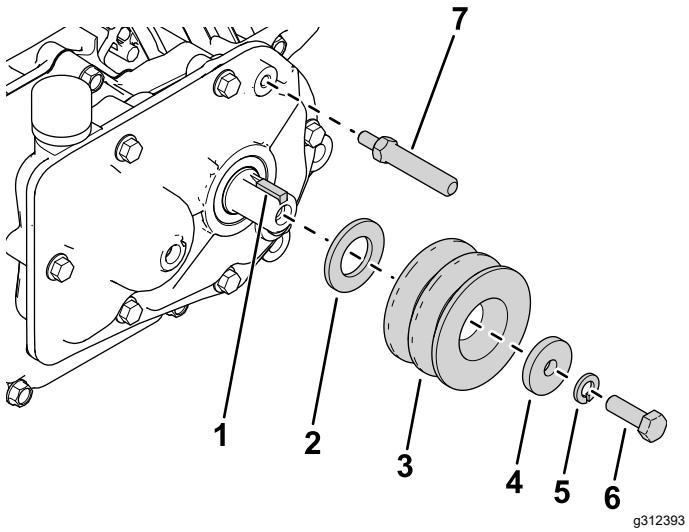

図 2
2. 出力シャフトに四角キーを取り付ける図 2。
3. 図 2 のように、新しいワッシャ(M20)、駆動ブーリー、ワッシャ(5/16")、ロックワッシャ、ボルト(5/16 x 1")を取り付ける。
4. ギアボックスに走行ピボットシャフトを取り付ける図 2。